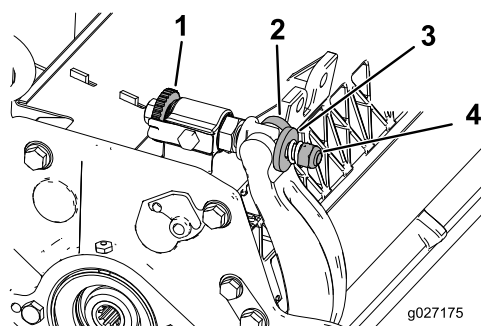

Рисунок 29
1. Поверните регулировочные винты планки неподвижного ножа против часовой стрелки, чтобы отодвинуть неподвижный нож от барабана (Рисунок 29).
2. Отвинчивайте гайку натяжения пружины до тех пор, пока шайба больше не будет нажимать на планку неподвижного ножа (Рисунок 29).